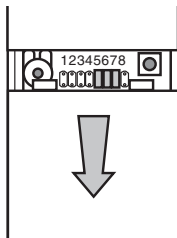

Figura 2
2. **Abra la caja del prolongador de la campana.** Presione la tapa con el pulgar y retire la campana deslizándola como se indica en la Figura 2.
- Para colocar con los tornillos, retire la tapa de la batería haciendo presión con el pulgar en la tapa para deslizarla y quitarla (vea la Figura 2).